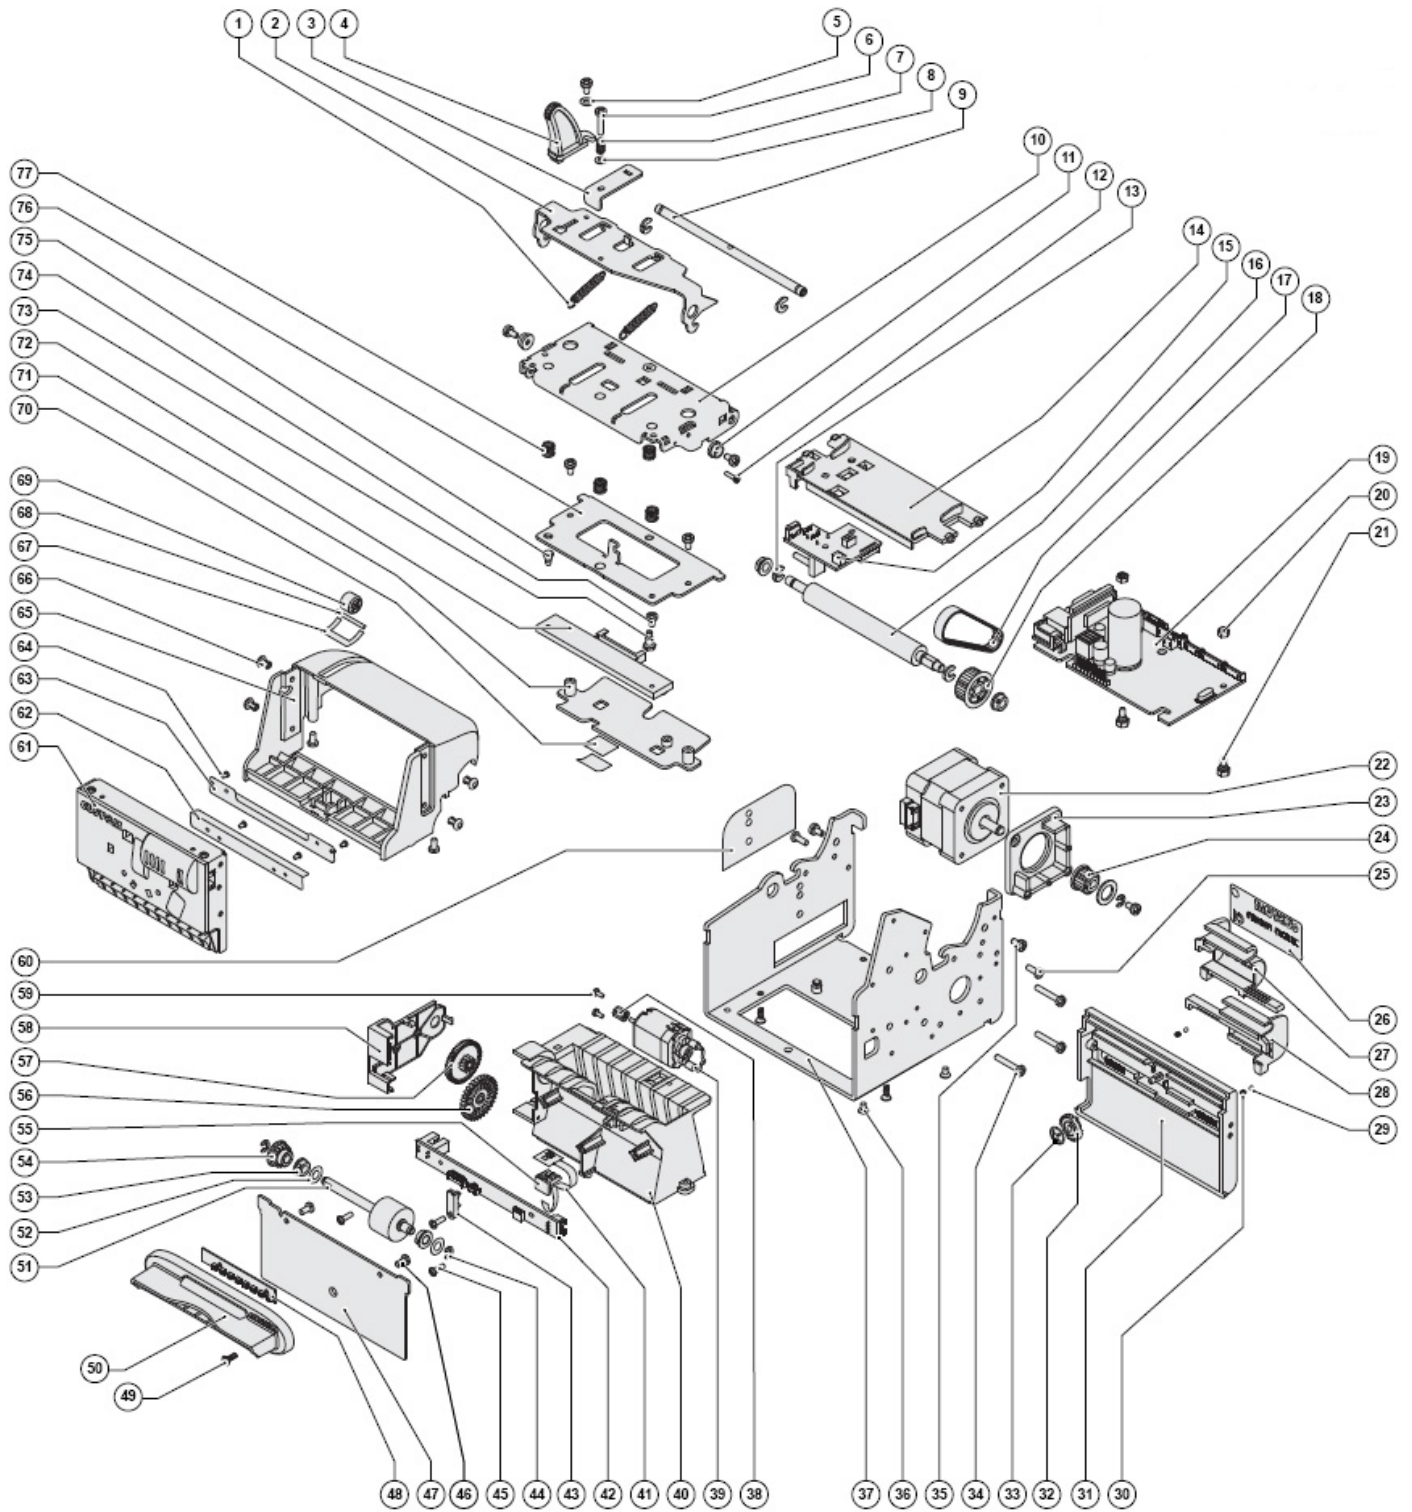

Рисунок 5.1 - Схема полной разборки
5.2.1 Детали принтера приведены на схеме полной разборки (Рисунок 5.1) в соответствии со следующей нумерацией.